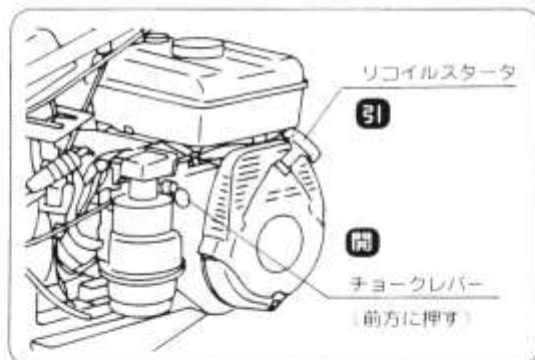

図7
⑦ リコイルスタータを引張りエンジンが始動したらチョークレバーを「開」の位置にしてください。
- リコイルスタータを3回以上引張っても始動しない時は燃料の吸いすぎになりますのでチョークレバーを「開」の位置にしてから再度リコイルスタータを引張ってください。(図7)